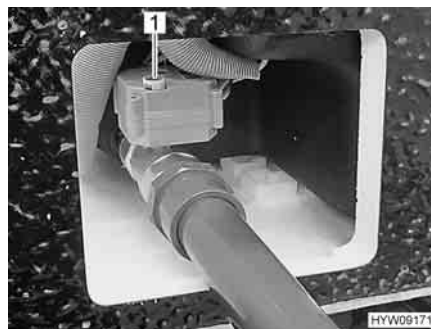

Fig. 160 Azionamento manuale del rubinetto di scolo delle acque grigie
- Per aprire il rubinetto di scolo delle acque grigie sollevare la manovella (Fig. 160,1) e ruotarla in senso antiorario fino a battuta. La direzione di rotazione (O per apertura, S per chiusura) è indicata sulla manovella.
- Per chiudere il rubinetto di scolo delle acque grigie sollevare la manovella (Fig. 160,1) e ruotarla in senso orario fino a battuta.